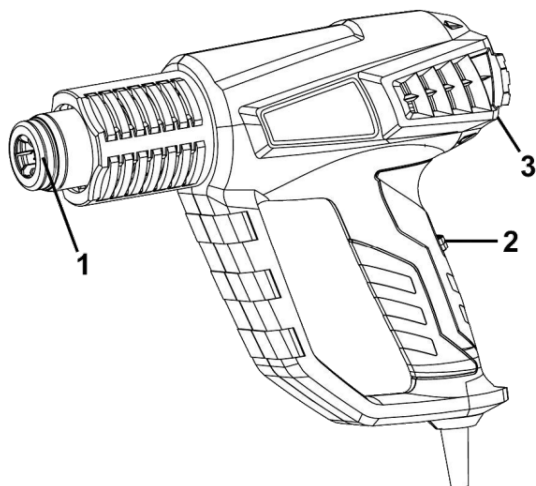

Рисунок 1
2.2.1 Конструкція виробу вміщена в корпус з термостійкого пластику і складається з наступних основних частин: нагрівального блоку в складі нагрівального елемента спірального типу в термоізолюючому кожусі з вихідним сталевим соплом нагрітого повітря (1); компресорного блоку у складі колекторного двигуна змінного струму з відцентровим повітряним компресором; перемикач/вимикач температурних режимів (2) з плавним регулюванням маховичком (3), – згідно рис.1. Корпус обладнаний кільцевою рукояткою з захистом руки та торцевою опорою для міжопераційного зберігання соплом уверх. Електрична частина виробу складається з колекторного однофазного електродвигуна змінного струму, перемикача електроструму, електронного блоку управління з регулятором температури, з'єднувальних проводів і мережевого шнура. Захист від ураження електричним струмом користувача у виробу відповідає класу II за ДСТУ EN 61140:2015.